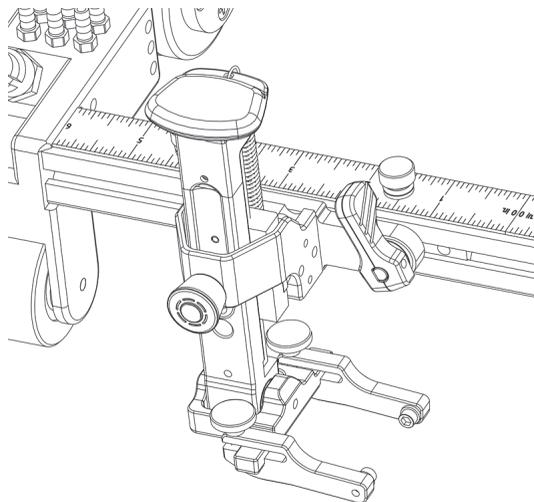

図 2-12 レールの溝に挿入された状態のプロブホルダー
3. カムピンが水平に揃ったままであることを確認しながら、プロブホルダーをレールの溝に強く押し込みます (42 ページの図 2-12)。